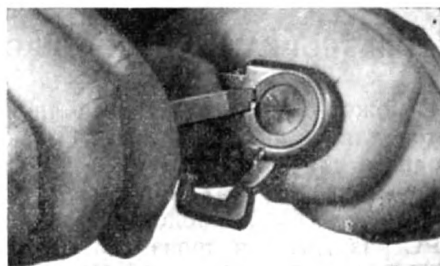

Рис. 45. Отделение прижима
4.1.3. Отделить прижим (рис. 45), для чего завести лезвие отвертки на зуб прижима и, отжимая его к центру, вывести конец прижима из проточки в головке ствола вверх, поддеть концом отвертки вышедшую часть прижима и последовательным перемещением отвертки в направлении закрепленного конца прижима отделить его от головки.